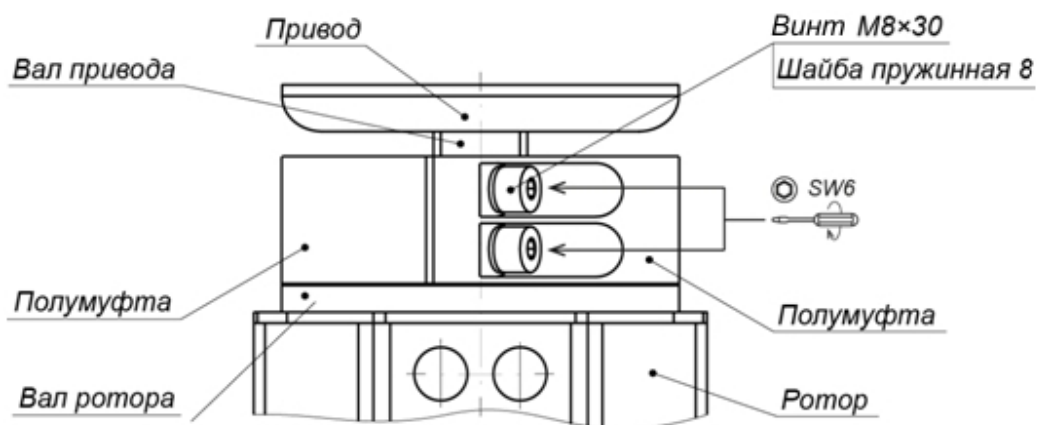

Рисунок 18. Муфтовое соединение вала привода исполнительного механизма с валом ротора
- Соедините верхний вал ротора с валом привода исполнительного механизма двумя полумуфтами и четырьмя винтами M8×30 с пружинными шайбами (ключ SW6) (см. рис. 18). Будьте осторожны, полумуфты имеют большой вес, не допускайте их падения во избежание травм!
2. Снимите полумуфты (см. рис. 18), отвернув 4 винта М8 муфтового соединения (4). Будьте осторожны! Удерживайте ротор и полумуфты от падения.